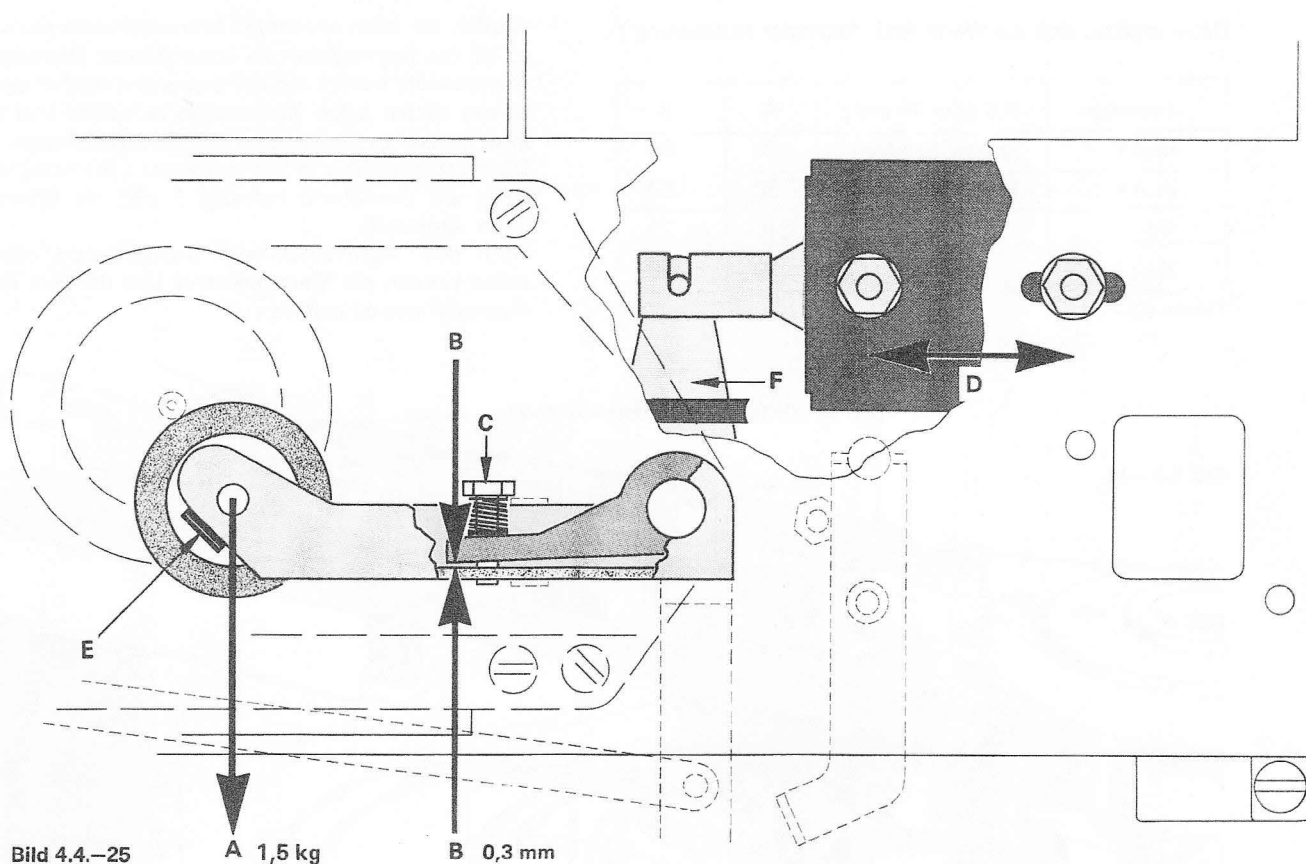

Bild 4.4.–25
- Andruckrollenachse von oben am Einstich halten und Bolzensicherung E ( Bild 4.4.–25. ) seitlich wegziehen.
Nach dem Auswechseln des Andruckarmes ist eine Neueinstellung gegenüber dem Hebel F ( Bild 4.4.–25 ) erforderlich. Wenn der Hebel am Anschlag steht ( Magnetanker ausgefahren ), soll die Distanz zwischen Tonwelle und Andruckrolle 10 mm betragen.